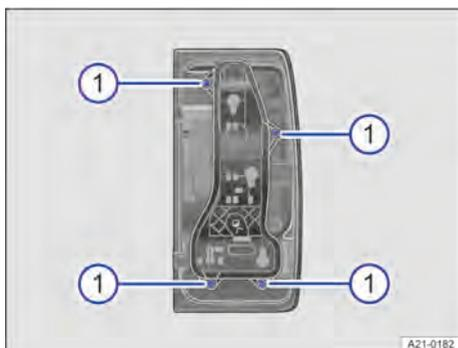

Fig. 152 Na lanterna traseira: desprender o suporte da lâmpada.
7. Com a chave de fenda, remover quatro parafusos do suporte da lâmpada → Fig. 152 ①.
10. Encaixar o suporte da lâmpada na lanterna traseira e rosquear firmemente → Fig. 152 ①.